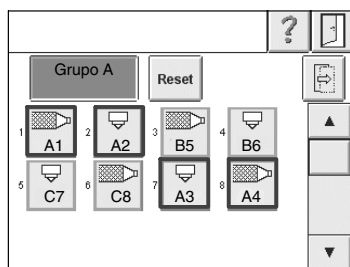

Fig. 4-40
2. Marque os canais, que devam pertencer ao grupo, premindo as teclas dos canais desejados. Na fig. 4-40 : Canal 1, 2, 7 e 8. O contorno da tecla é mostrado na cor da tecla de grupo. Os canais são contados dentro do grupo e este número de contagem (aqui A1 a A4) surge sob o símbolo do canal.